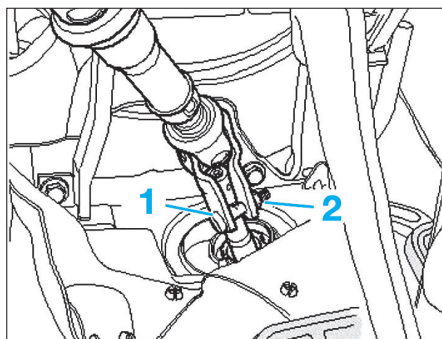

Fig. 6
- Déposer la vis (1) et l'écrou (2) (Fig.6).
- la vis (1) et l'écrou (2) (Fig.6),